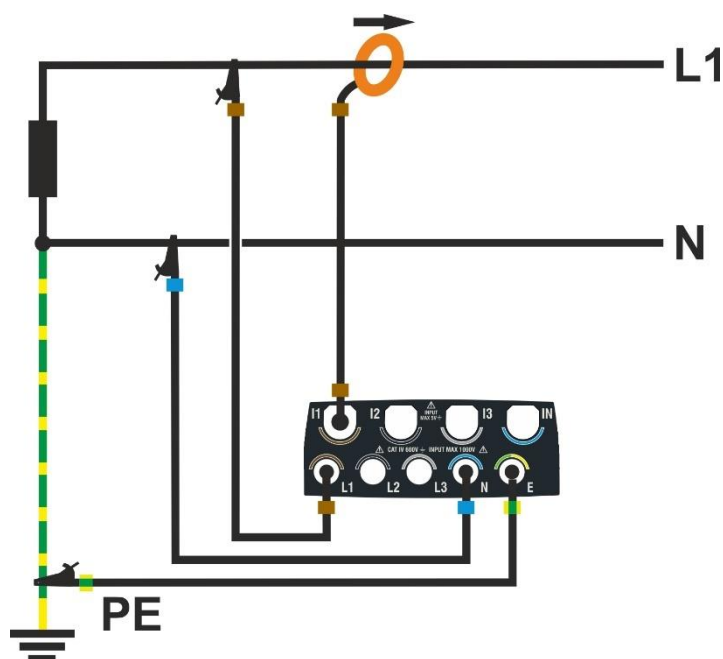

Fig. 64: Conexión del instrumento en un sistema Monofásico 2 hilos
2. Conecte los cables de tensión en los conductores de L1, N y PE como se muestra en Fig. 64